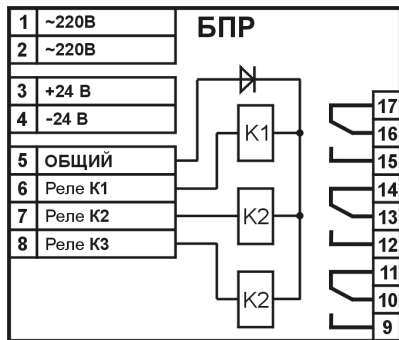

Рис.3.1.
3.1. Нумерация и назначение клемм показана на рис.3.1.